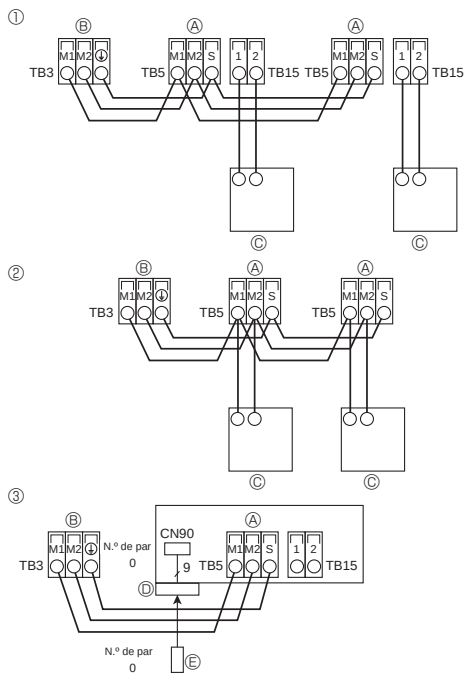

Fig. 5-8
5.4. Conexión de los cables de transmisión del mando a distancia y de las unidades exterior e interior (Fig. 5-8)
- ① Mando a distancia MA
- ② Mando a distancia M-NET
- ③ Controlador remoto inalámbrico (al instalar un receptor de señales inalámbrico)